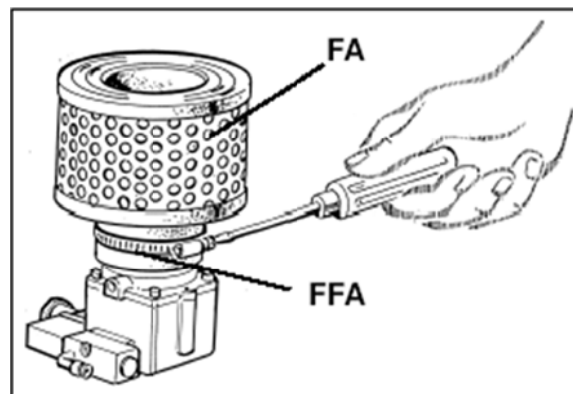

рис.11.
- Снять фиксирующий зажим **FFA** (рис. 11), а затем воздушный фильтр **FA**.